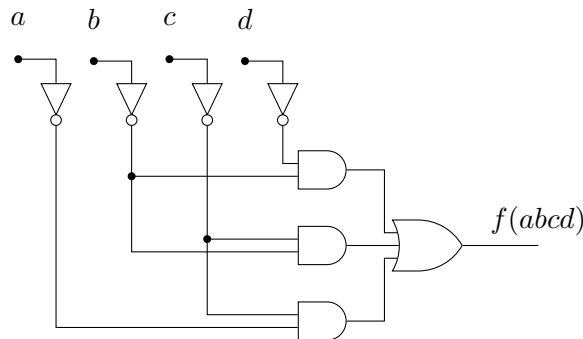

Figura 1: Diagrama Lógico para Números Fibbinarios de 4 bits.
***Nota:** En esta parte se presenta y describe en detalle el proceso de diseño de un circuito combinatorial simple mediante el análisis clásico, comenzando con una descripción funcional hasta llegar al diagrama lógico. Este proceso se describe solo con el fin de ilustrar el proceso de diseño tradicional basado en minimización de expresiones lógicas mediante algebra booleana (esto se ve en detalle en la asignatura ELO211) hasta llegar a una captura esquemática en forma explícita. El trabajo a realizar por Ud. en esta actividad se concentrará en describir, simular, y analizar el circuito resultante de la Figura 1 utilizando SystemVerilog.*
La actividad consiste en generar una descripción en SystemVerilog del diagrama lógico resultante en la Figura 1. Para esto, revise la utilización de operadores lógicos en SystemVerilog (notar que son distintos a los operadores aritméticos).